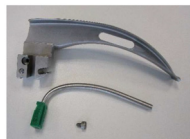

Figure 1
1) Démontez le dispositif médical (hors ri-integral) (voir l'exemple de la figure 1).
- 1) Démontez le dispositif médical [voir l'exemple en figure 1].